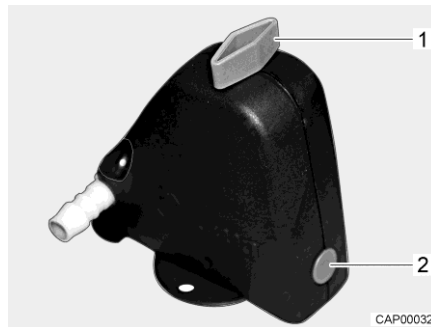
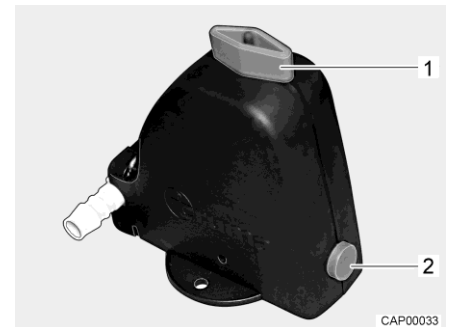

Bild 65 Säkerhets-/avtappningsventil stängd
Bild 66 Säkerhets-/avtappningsventil öppen
- Öppna säkerhets-/avtappningsventil (Bild 65). Vrid vredet (Bild 65,1) mot säkerhets-/avtappningsventilen. Tryckknappen (Bild 65,2) skjuts ut. Den öppna säkerhets-/avtappningsventilen visas i Bild 66.